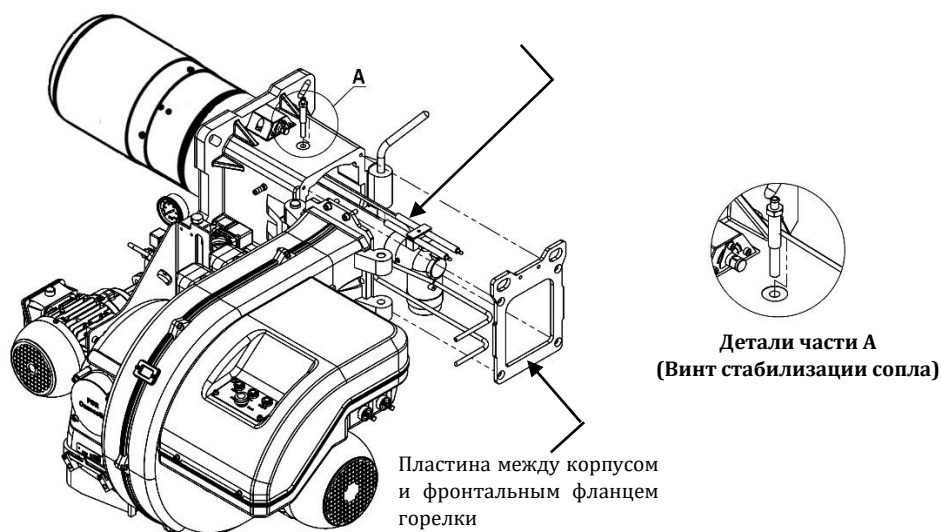

Рис. 22 – Демонтаж смесительного устройства горелки
- 2- Длина сопла горелки RLGB-MB-255 в стандартном исполнении составляет 419 мм. Сопло горелки должно проходить сквозь обмуровку таким образом, как приведено на Рис. 22 (размер А).
- 6- Приподнять медленно дизельный набор потом вытащить смесительное устройство в конец горелки в соответствии с Рис. 22